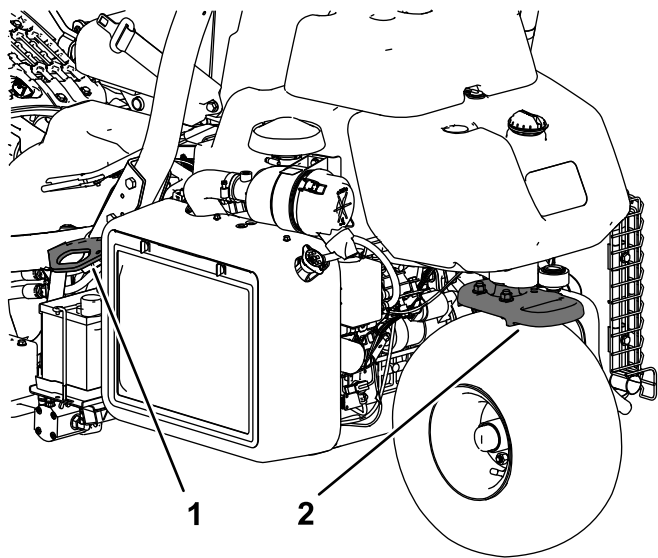

Figura 24
- Fissate saldamente la macchina in basso utilizzando cinghie, catene, cavi o corde. Sia la cinghia anteriore, sia quella posteriore dovranno essere rivolte verso il basso e all'esterno rispetto alla macchina (Figura 24).